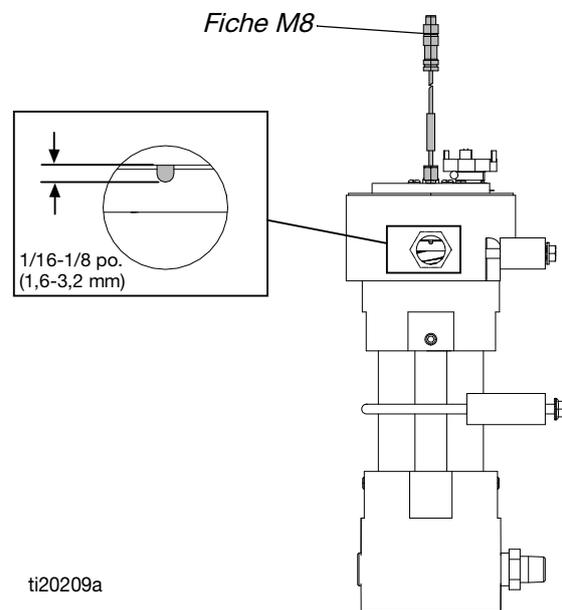

FIG. 15
2. Positionner le capteur par le boîtier (67) de façon à ce qu'il s'applique sur le noyau (68) à travers l'épaulement en aluminium à 1,6 - 3,2 mm (1/16 - 1/8 po.) à la sortie du produit, en regardant dans la sortie. Voir FIG. 15.